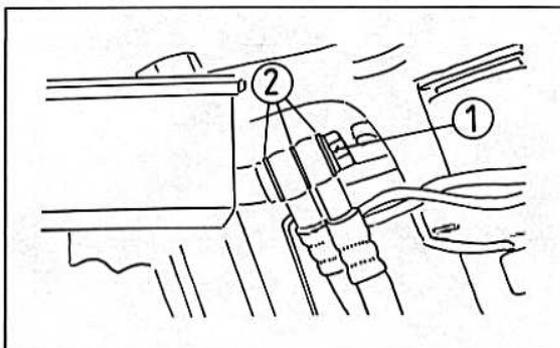

Bild 301
- Den Hauptbremszylinder vom Lenker abbauen. Dazu die Klemmbride lösen (Bild 301).